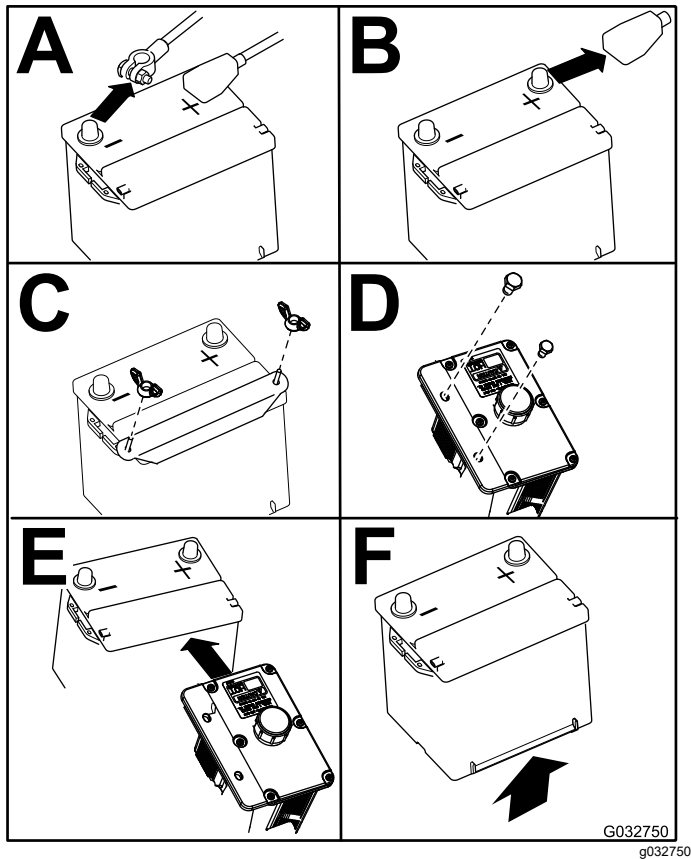

Figure 68
3. Retirez la batterie, comme montré à la Figure 68.